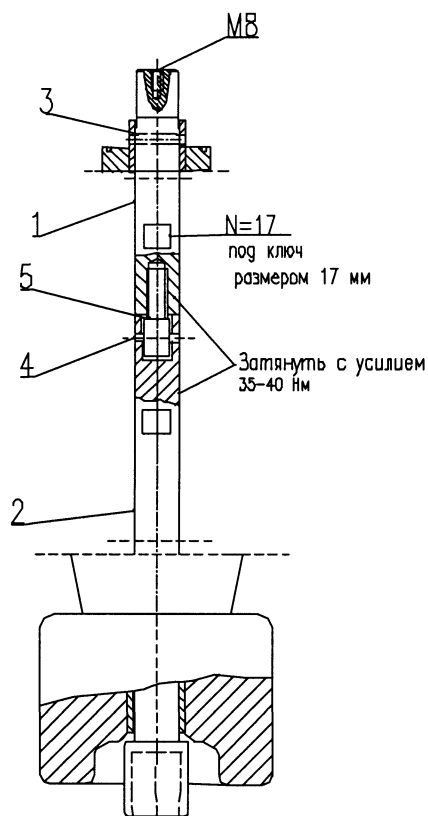

Рис. 8 Стержневой проводник на 800 А
9. Вставьте фиксирующий штифт согласно рис. 8 и 9.